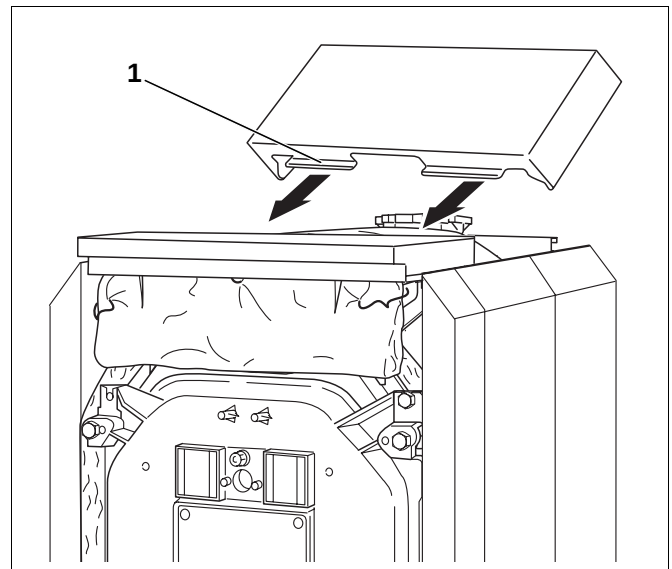

Abb. 55 Mittlere Haube montieren
- Mittlere Kesselhaube mit den Abkantungen (Abb. 55, **Pos. 1**) unter die vordere Kesselhaube schieben und in die Sicke der Seitenwände einlegen.